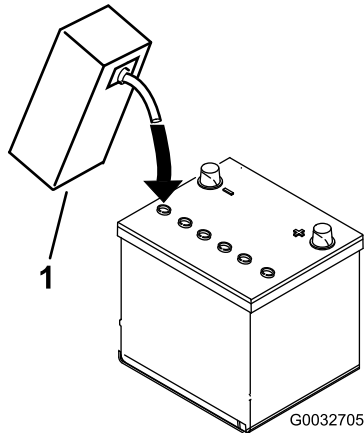

Figure 7
3. Versez de l'électrolyte avec précaution dans chaque élément jusqu'à ce que les plaques soient recouvertes d'environ 6 mm de liquide (Figure 7).
4. Attendez environ 20 à 30 minutes pour donner le temps aux plaques de s'imprégner d'électrolyte. Faites l'appoint au besoin pour faire monter le niveau de liquide à environ 6 mm en dessous du creux de remplissage (Figure 7).